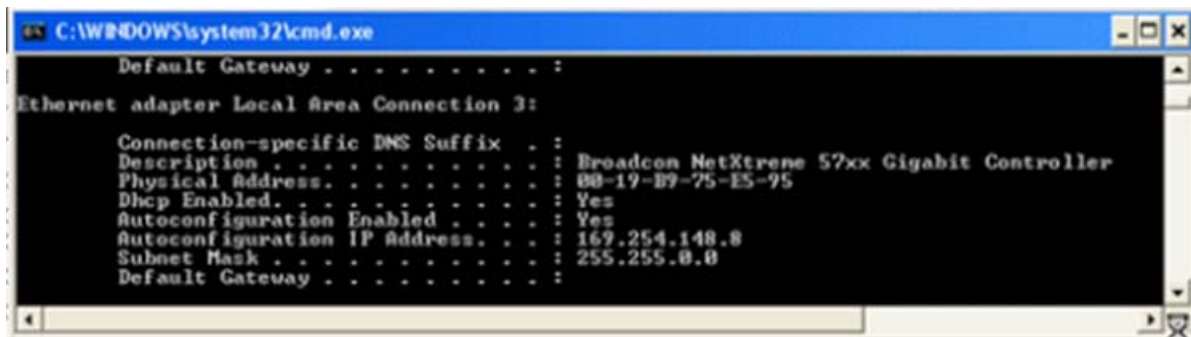

図 8-5 : ipconfig -all in cmd.exe
- b. コマンド ウィンドウで「**ipconfig -all**」と入力して、イーサネット ポートおよびその接続のリストを表示します。図 8-5 は、コマンド ウィンドウのコマンドを示しています。